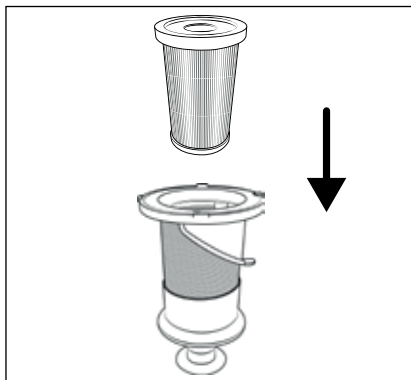

Fig. 27
- 7) Insérez le filtre EPA **5** dans le filtre en acier inoxydable **6** (voir fig. 27).